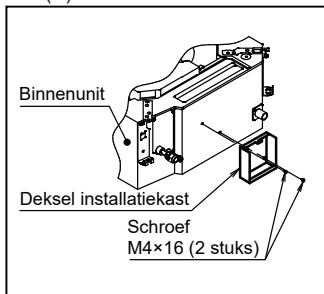

Afbeelding 3
- I. Plaats afstandshouders (2 stuks) in de gaten in het thermisch isolatiemateriaal dat op het deksel van de installatiekast is bevestigd (zie afbeelding 3).